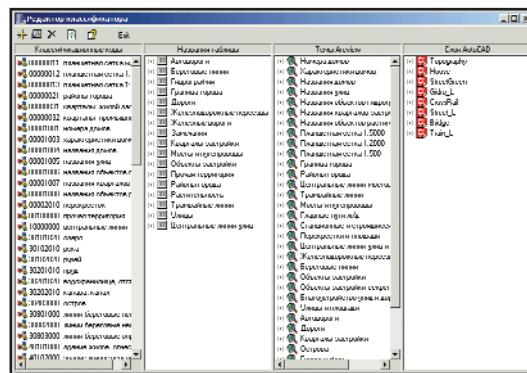

Рис. 3
- редактор классификатора ClassifierEditor (рис. 3);